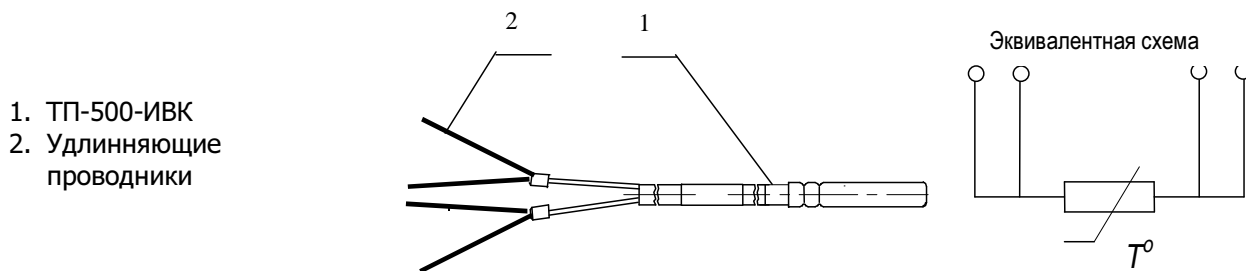

рис. 6.2
- соединение удлиняющих проводов, преобразователя температуры и тепловычислителя должно быть выполнено по схеме, приведенной на рис. 6.2;